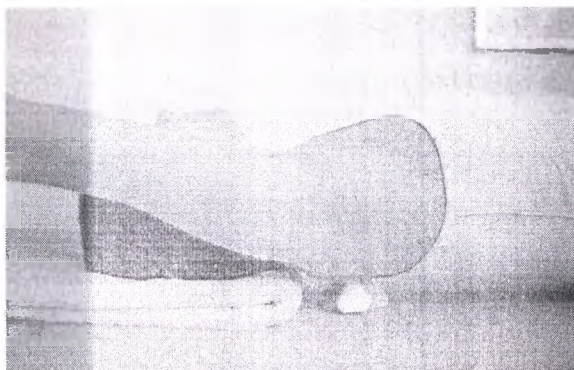

Рис. 11
4. Для усиления эффекта можно выполнять движения вытянутыми перед собой руками, перемещая их вдоль тела, вправо и влево (Рис. 11).